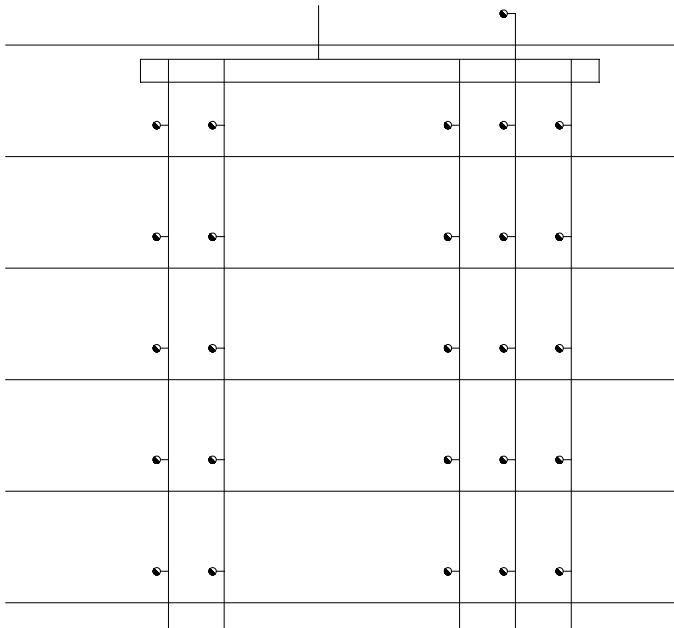

图 14-56 插入消火栓图块
⑧ 在绘图区中点取图块的插入点，结果如图 14-56 所示。